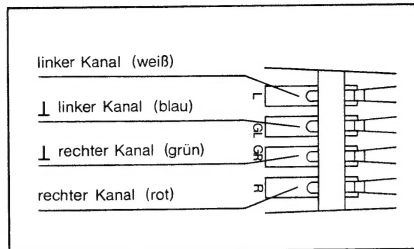

Fig. 13
3. Die Anschlüsse am Systemträger sind gekennzeichnet, die Anschlußlitzen sind farbig (Fig. 13). Verbinden Sie die Anschlußlitzen des Systemträgers mit den entsprechenden Anschlußstiften des Tonabnehmersystems.